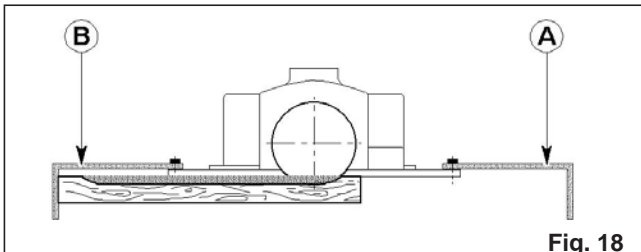

Fig. 18
- flytta stycket framåt till stoppet B (fig. 18).